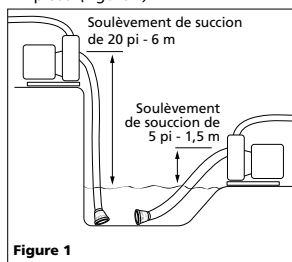

Figure 1
1. Placez la pompe aussi près que possible du liquide pompé. Une pompe à soulèvement de suction de 20 pieds ne pompera pas l'eau aussi rapidement qu'une à suction de 5 pieds. (Figure 1)